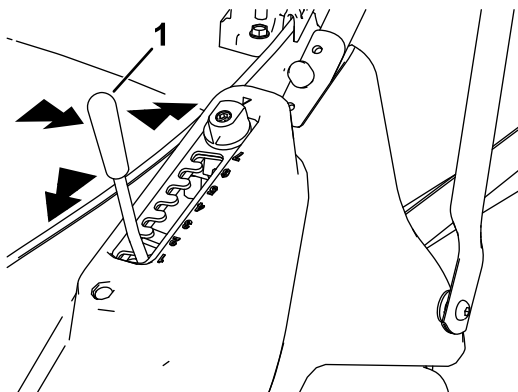

Bild 16
1. Fassen Sie den Schnitthöhen-Hebel an und ziehen ihn seitlich, um ihn aus der Arretierungskerbe zu lösen (Bild 16).
2. Betätigen Sie den Hebel zum Verringern der Schnitthöhe nach vorne oder ziehen ihn zum Anheben der Schnitthöhe nach hinten (Bild 16).
3. Lassen Sie den Hebel in der gewünschten Stellung los und stellen Sie sicher, dass er in einer der sieben Einstellkerben einrastet (Bild 16).